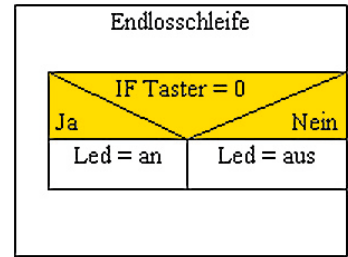

Bild 8: IF – THEN – ELSE (bedingte Verzweigung mit Alternative)
Da das Programm mit der einfachen Bedingungsabfrage die Eigenart hat, dass die LED zwar beim Drücken des Tasters eingeschaltet, aber nie wieder ausgeschaltet wird, sieht man in Bild 8 die Verzweigung mit Alternative. Die LED soll nur genau so lange an sein, wie der Taster auch tatsächlich gedrückt wird. In der BASCOM-Umsetzung sieht man die Bedingungsabfrage (IF) und die beiden Möglichkeiten THEN und ELSE.